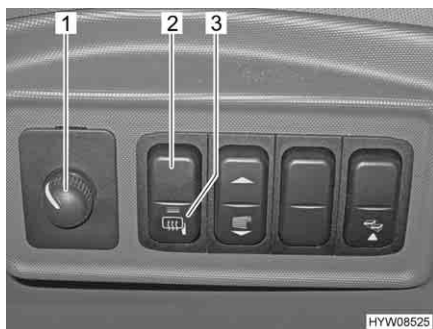

Fig. 17 Interruttore per gli specchietti esterni a regolazione elettrica
- Selezionare lo specchietto da impostare. A tal fine premere l'interruttore girevole (Fig. 17,1) verso sinistra oppure verso destra.
- Premendo l'interruttore (Fig. 17,1) regolare lo specchietto nella posizione corrispondente.
- Premere l'interruttore (Fig. 17,2). La spia rossa di controllo (Fig. 17,3) nell'interruttore indica il funzionamento.